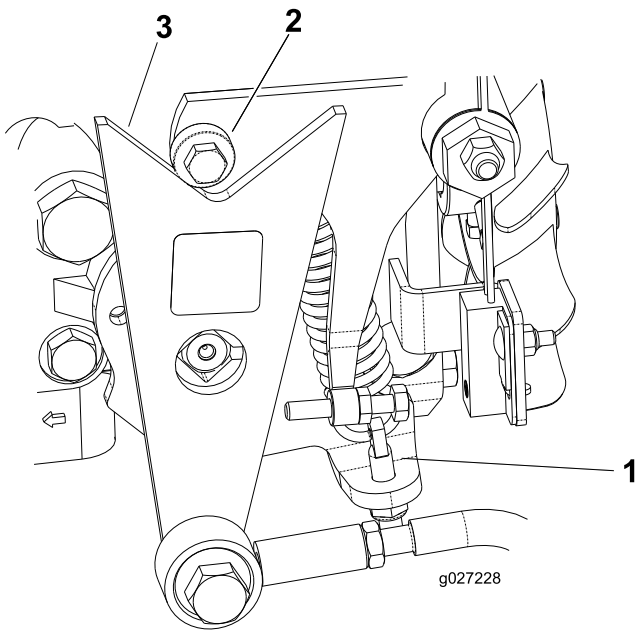

図 49
- 回転方向が正しければ、エンジンを停止し、スプリング調整ピンのロックナットの調整を行う 図 49。走行系統のニュートラル調整を行う 走行ドライブのニュートラル調整 \(ページ 28\)を参照。